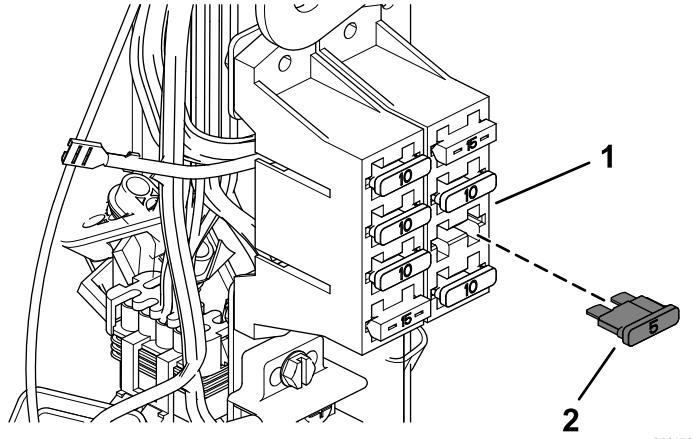

图7
4. 将保险丝 (5A) 安装到安装了公接头或母接头的保险丝盒的相应开口 (图7)。